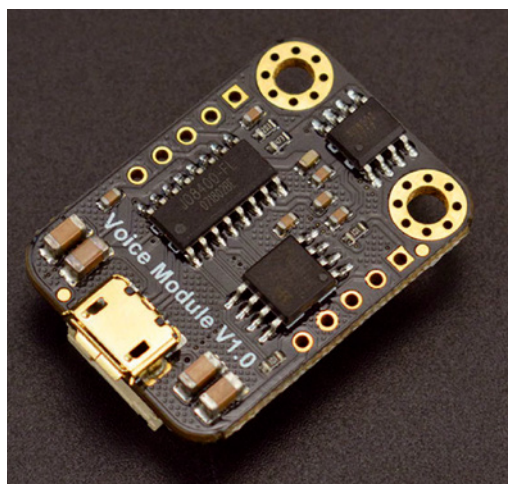

Fig. 2
- un modulo riproduttore di MP3 basato su JQ8400 (**Fig. 2**) con memorizzazione dei file audio su flash esterna (e non su SD-Card);